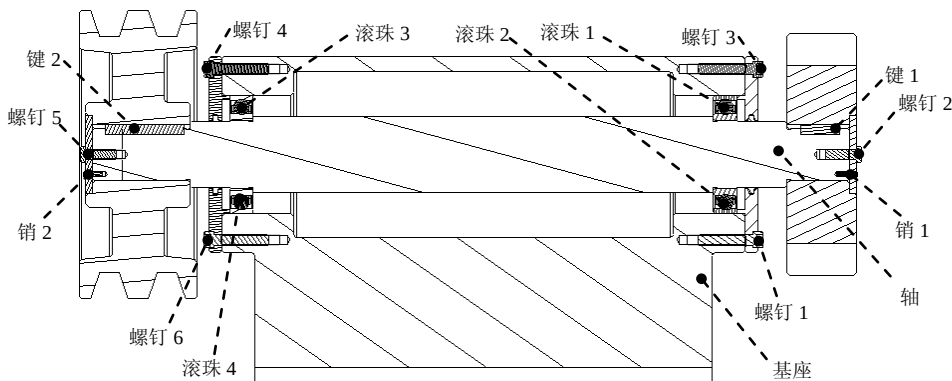

图 3.9.3 创建主视图 (全剖视图)
Step5. 定义视图显示。在对话框中选取 **类别** 区域中的 **视图显示** 选项, 在 **显示样式** 后的下拉列表选取  **消隐** 选项, 其他参数采用系统默认值, 然后单击 **确定** 按钮, 关闭对话框, 此时主视图如图 3.9.3 所示。
Step6. 从图 3.9.3 中可以看出系统会自动生成各组件的剖面线,但这些剖面线很凌乱且不符合要求,因此需修改各组件的剖面线。▼ MOD KHATCH (修改剖面线) 菜单(图 3.9.4)中的修改装配体剖截面剖面线的菜单与修改单个零件剖截面剖面线的菜单有所不同。
① 修改基座的剖面线。在菜单中选择 **X-Component (元件)** **→ Pick (拾取)** 命令，在图形区选取图 3.9.3 所示的基座，在 **MOD XHATCH (修改剖面线)** 菜单中 **Spacing (间距)** 命令，在弹出的 **MODIFY MODE (修改模式)** 下拉菜单中连续单击 **Double (加倍)**，直到在基座中看不到剖面线为止，在 **MOD XHATCH (修改剖面线)** 菜单中选择 **Done (完成)** 命令。